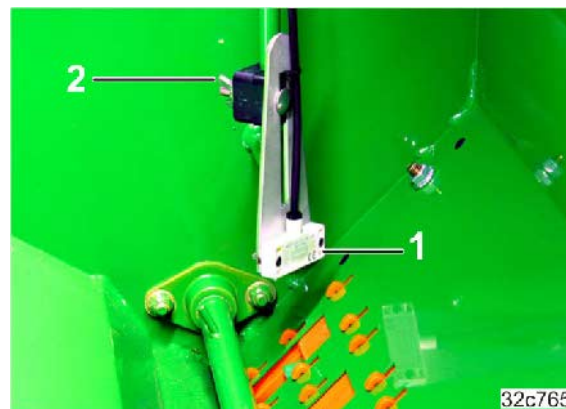

Fig. 126
1. Niveausensorens højdeposition (Fig. 126/1) skal indstilles afhængigt af den ønskede såsædsrestmængde.
2. Spænd vingemøtrikken (Fig. 126/2).